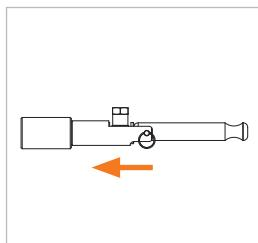

Figure 3
- ▶ Saisissez le connecteur au niveau de l'unité de base (Pos. 1) et insérez-le dans l'axe et en butée dans la pièce d'essai (*Figure 3*). Le joint frontal est ainsi préservé des dommages causés par d'éventuels bords saillants de la pièce d'essai et le bon raccordement est garanti.